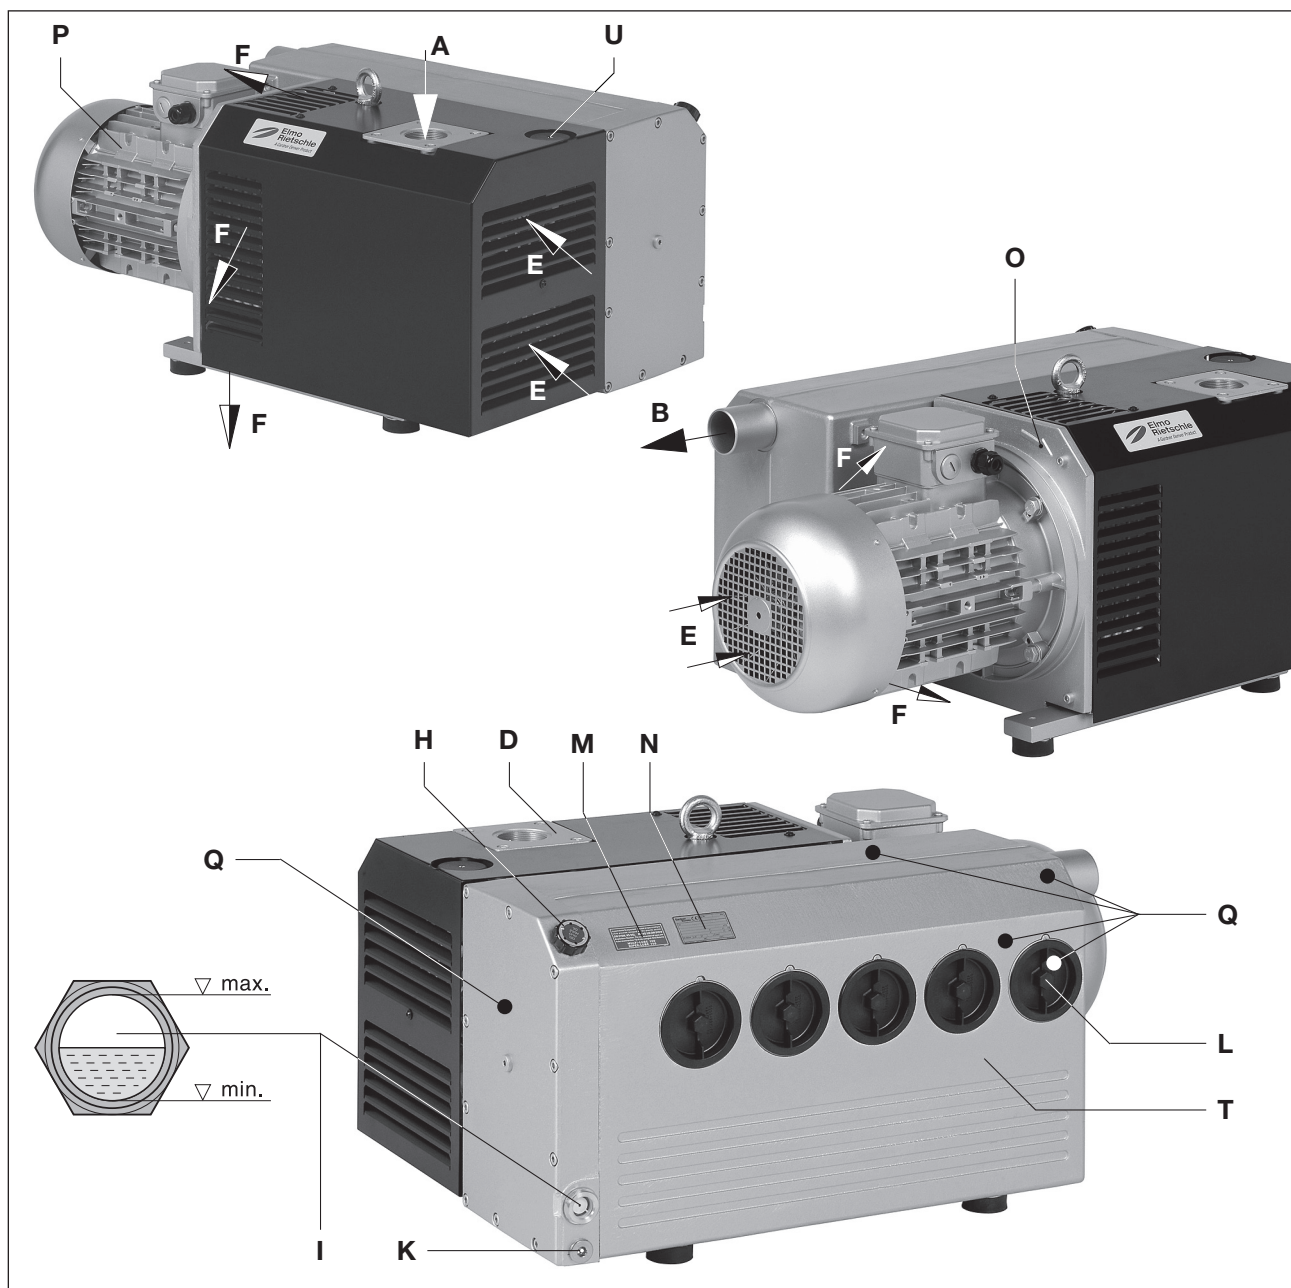

Fig. 2 Vakuumpumpe V-VC 202 / V-VC 303
V-VC 202 og V-VC 303 har på sugesiden et sifilter og på udledningssiden en olie- og olietågeudskiller til tilbageførslen af olien i olie kredsløbet. Vakuumpumpen er indkapslet af en støjhætte. En ventilator mellem pumpehuset og motoren sørger for en luftkøling af pumpehuset og sørger for køling af den cirkulerende olie. En indbygget tilbageslagsventil forhindrer, at det evakuerede system udluftes efter at pumpen er stoppet. Ved stilstandstider på mere end to minutter skal de tilsluttede ledninger udlignes til atmosfæretryk. En seriemæssig gasballastventil (fig. 2/U) forhindrer ved opugning af små dampmængder kondensation af vanddampen i pumpens indre, når pumpen er driftsvarm. Ved større mængder vanddamp kan pumpen udstyres med en forstærket gasballast (valgfrit). Pumpen drives over en kobling ved hjælp af en standard flangemotor.
Sugeflangen (fig. 2/D), oliepåfyldningen (fig. 2/H), olieskueglasset (fig. 2/I), olieudledningen (fig. 2/K), gasballasten (fig. 2/U) og olieudskillerhuset (Fig. 2/T) skal alle være let tilgængelige. Køleluftsindtagene (fig. 2/E) og køleluftsudtagene (fig. 2/F) skal have mindst 30 cm afstand til de nærmeste vægge. Udlødt køleluft må ikke suges ind igen. Til vedligeholdelsesarbejde skal der være 50 cm afstand rundt om maskinen.
Lukning eller indsnævring af åbningen for lufttilførsel (fig. 2/B) kan føre til alvorlige eller dødelige skader!
Udsugningsåbningen (fig. 2/B) må ikke være lukket eller indsnævret.
- a) Vakuumentilslutningen (fig. 2/A) er placeret på sugeflangen (fig. 2/D).
- b) Den udsugede luft kan frit blæse ud gennem udsugningsåbningen (fig. 2/B) eller føres væk ved hjælp af slange- eller rørledninger.
- a) Fyld smøreolie (se kapitlet "vedligeholdelse" for egnede typer) i oliepåfyldningen (fig. 2/H) indtil overkanten af skueglasset (fig. 2/I).
- a) Motorens elektriske data er angivet på typeskiltet (fig. 2/N) eller på motordataskiltet. Motorerne overholder DIN EN 60034 og er i beskyttelsesklasse IP 55 og isoleringsklasse F. Ledningsdiagrammet sidder i motorens klemkasse (ikke ved versionen med stiktilslutning). Motordataene skal sammenholdes med dataene for den eksisterende netspænding (strømtype, spænding, netfrekvens, tilladt strømværdi).
- ▷ Drivakslens tilsigtede drejeretning er kendetegnet af drejeretningspilen (fig. 2/O) på motorflangen.